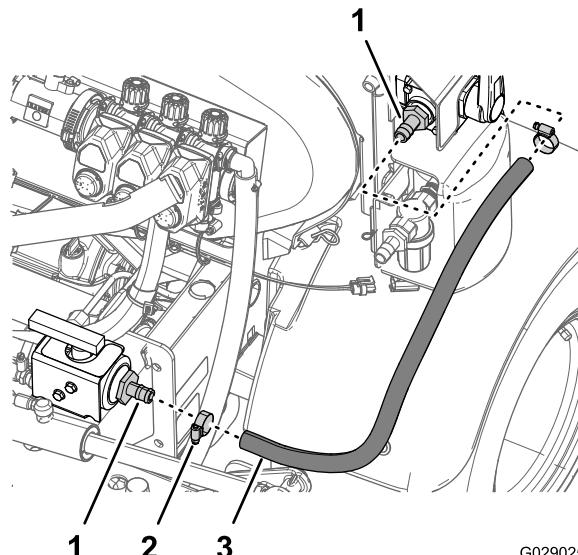

Bild 43
2. Befestigen Sie den Schlauch mit einer Schlauchklemme am Anschlussstück mit Widerhaken (Bild 43).
3. Stecken Sie das freie Ende des Schlauchs (19 mm (3/4 Zoll) x 76 cm) auf das gerade Anschlussstück mit Widerhaken an der Rückseite des Vierwegeventils (Bild 43).
4. Befestigen Sie den Schlauch mit einer Schlauchklemme am Anschlussstück (Bild 43).
1. Stecken Sie das Ende des Schlauchs (19 mm (3/4 Zoll) x 76 cm) auf das gerade Anschlussstück mit Widerhaken an der Außenseite des Kugelventils (Bild 43).